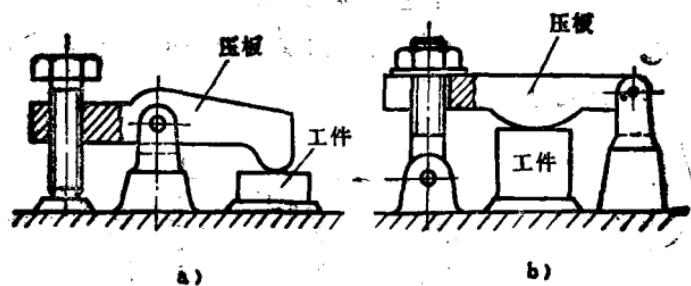

图 3
3. 图 3 所示两个夹紧装置, 当拧紧图a的螺钉和图b的螺母时, 压板便压紧工件。试画出压板的受力图(设压板与工件的接触面是光滑的)。